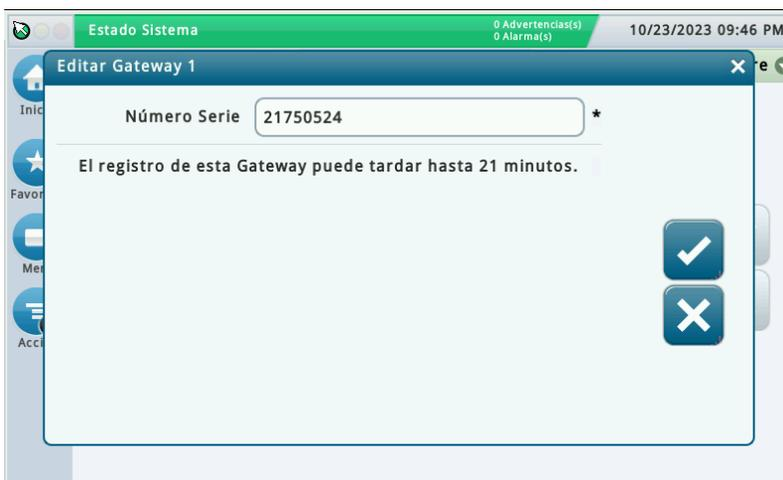

Figura 20. Pantalla Editar Gateway
6. Borre el número de serie del gateway sustituido e introduzca el número de serie del gateway de sustitución (véase la Figura 20).